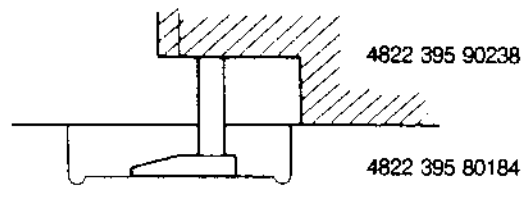

Fig. 2-6
- Das Mikrometer vor den Wickelteller so auf die Platte legen, daß der Fuß des Mikrometers in der Aussparung der Referenzplatte steckt, siehe Fig. 2-6. Die Skala des Meßgeräts auf "0" stellen.